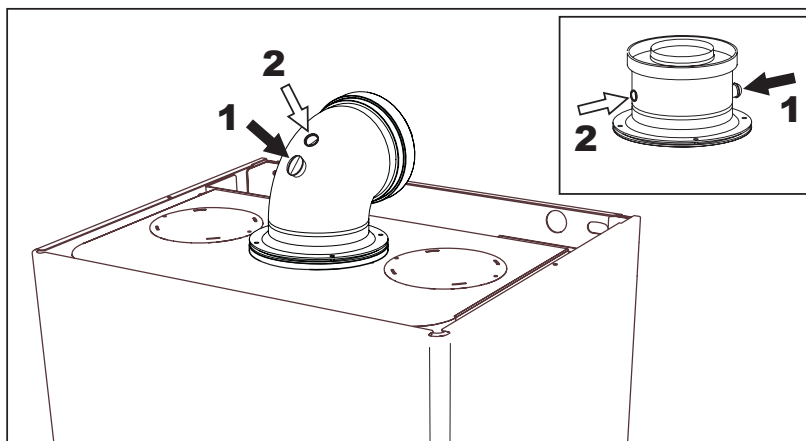

fig. 29 - Análisis de la combustión
El análisis de la combustión se puede efectuar en los puntos de toma de aire (2) y humos (1) representados en fig. 29.